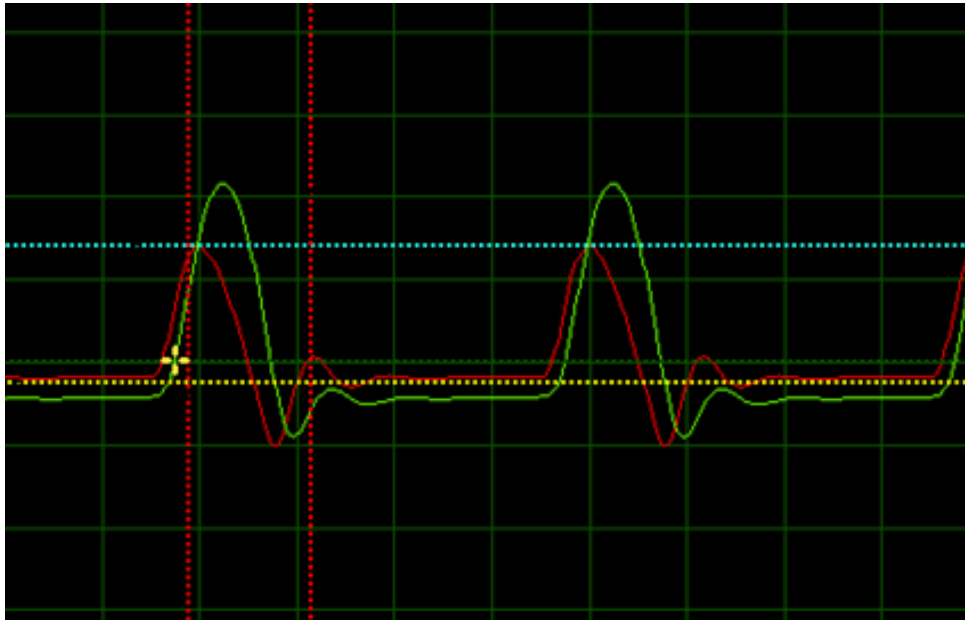

Рисунок 12 – Осциллограммы напряжения и тока, регистрируемые на входах осциллографа
6. Получите на экране осциллографа устойчивую картину колебаний (рисунок 12).